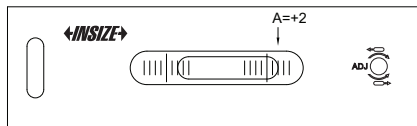

Fig.2
b) Une fois que la bulle a cessé de bouger, lire A sur l'échelle (Fig.2).